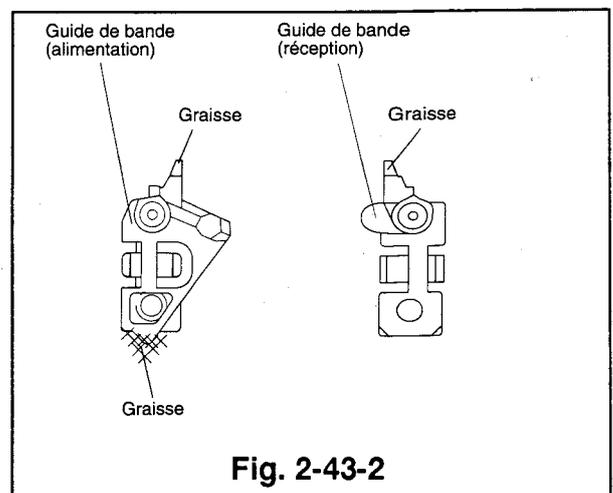

Fig. 2-43-2
- 1) Appliquer de la graisse (PG-641)[859DO55030] sur l'assemblage du guide de bande (voir Fig. 2-43-2).